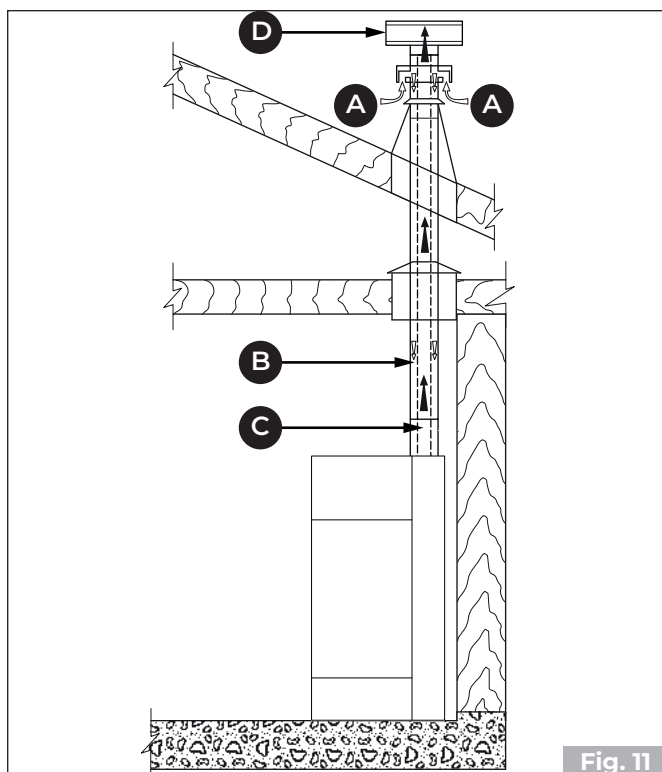
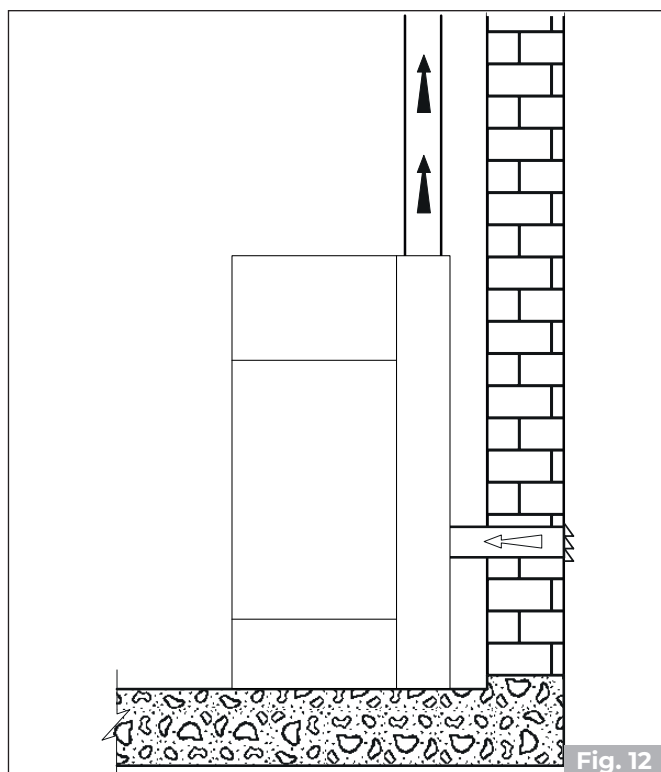
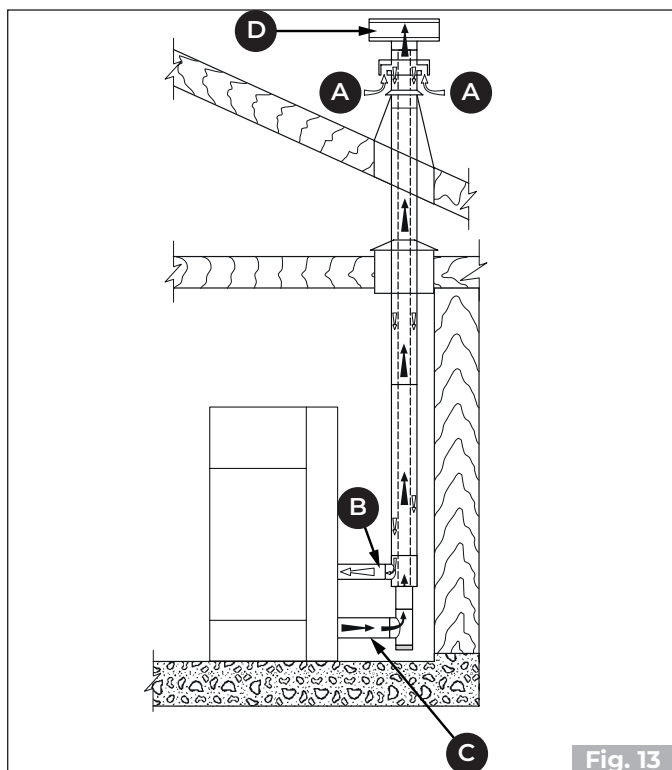
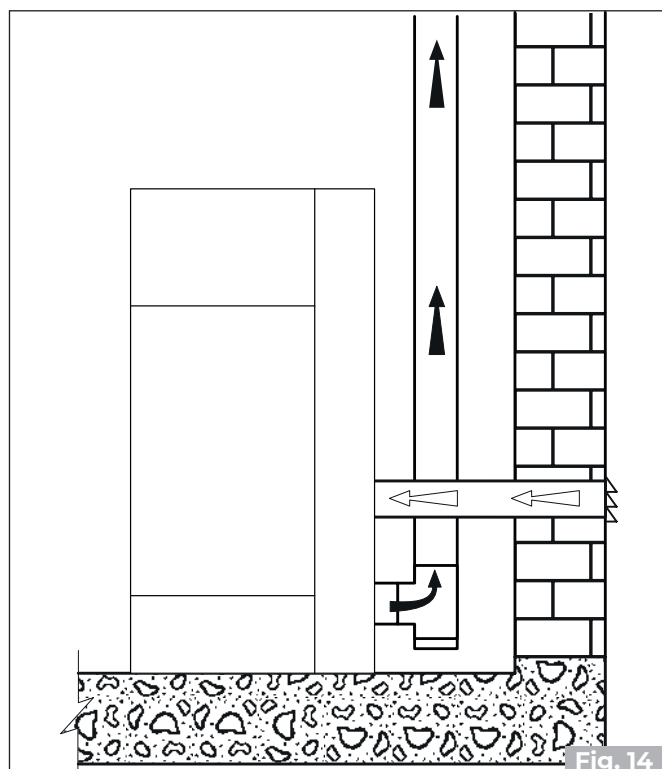

Fig. 11
Fig. 12
Fig. 13
Fig. 14
- lahko prihaja neposredno od zunaj z neposredno povezavo z zgorevalno komoro (**Fig. 11 - Fig. 12**).
- dovod zgorevalnega zraka s koaksialno cevjo za odvod dimnih plinov in dovod zraka (**Fig. 11 - Fig. 13 - A, B = dovod zraka, C, D = odvod dimnih plinov**); v tem primeru ni treba ustvariti klasičnega dovoda zraka v prostoru;
- povezava dovoda zraka za zgorevanje na napravi z dovodom zunanje zraka s pomočjo namenske cevi (**Fig. 12 - Fig. 14**).